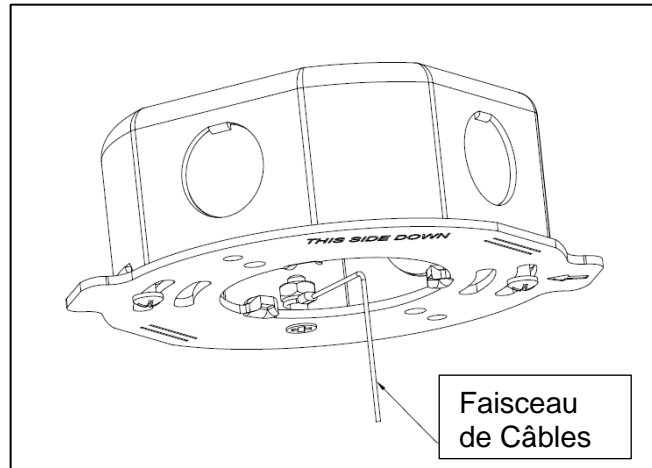

Figure 5
5. Après avoir fixé la plaque de montage à la boîte de jonction, fixez l'extrémité de l'œillet du câble d'attache de sécurité à l'emplacement prévu pour la vis de 12 mm, puis faites passer l'œillet de l'attache par l'extrémité supérieure de la vis de 12 mm et fixez l'œillet avec l'écrou fourni en le serrant sur le dessus de l'œillet, comme illustré à la *Figure 5*.